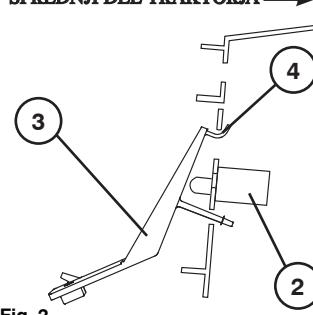

Fig. 2
- Chwycić dźwignię zapełnienia pojemnika (3) i umieścić występ (4) w górnej szczelinie, po czym obrócić, tak aby dźwignia (3) zatrzasnęła się we właściwym położeniu (patrz rys. 2 i rys. 3).
- W przypadku koszenia bardzo gęstej/mokrej trawy nie należy mocować łopatki (5).
- Wybrać odpowiednie ustawienie i obrócić łopatkę (5), tak aby wybrana cyfra (ustawienie) była skierowana w stronę osoby wybierającej właściwe ustawienie.
- Umieścić łopatkę (5) na dźwigni (3), tak aby występ (6) u dołu dźwigni zapełnienia pojemnika (3) przeszedł przez odpowiednią prostokątną szczelinę, zwracając jednocześnie uwagę na pokrycie się otworów w dźwigni zapełnienia pojemnika (3) i łopatce (5).